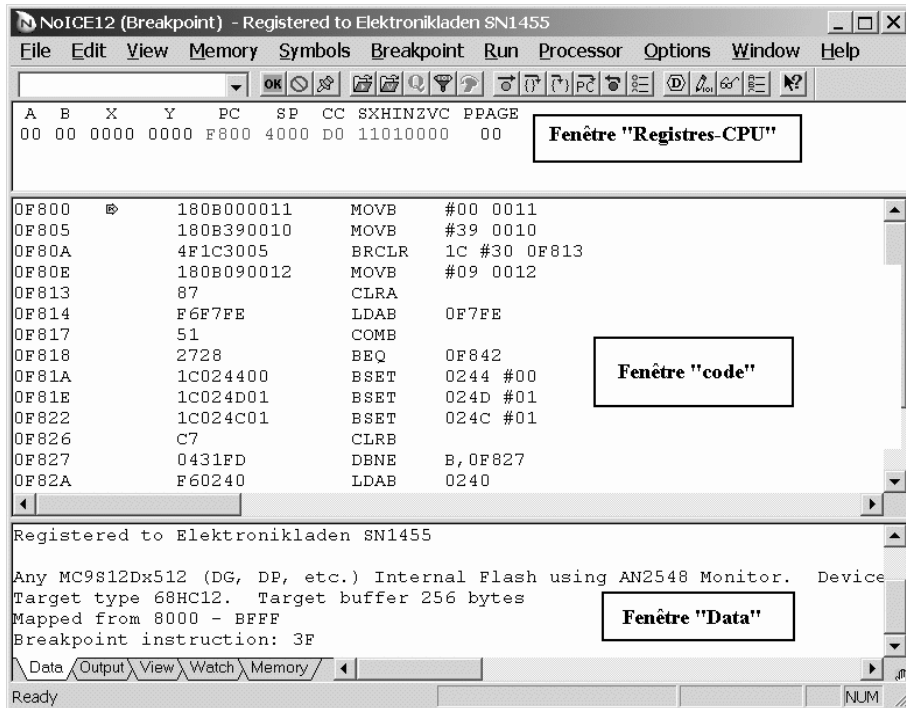

FIGURE 1 – Copie d'écran du logiciel NoIce.
1. Lancer le programme "NoIce". Vous obtenez l'écran de la fig. 1, découpé en plusieurs parties :